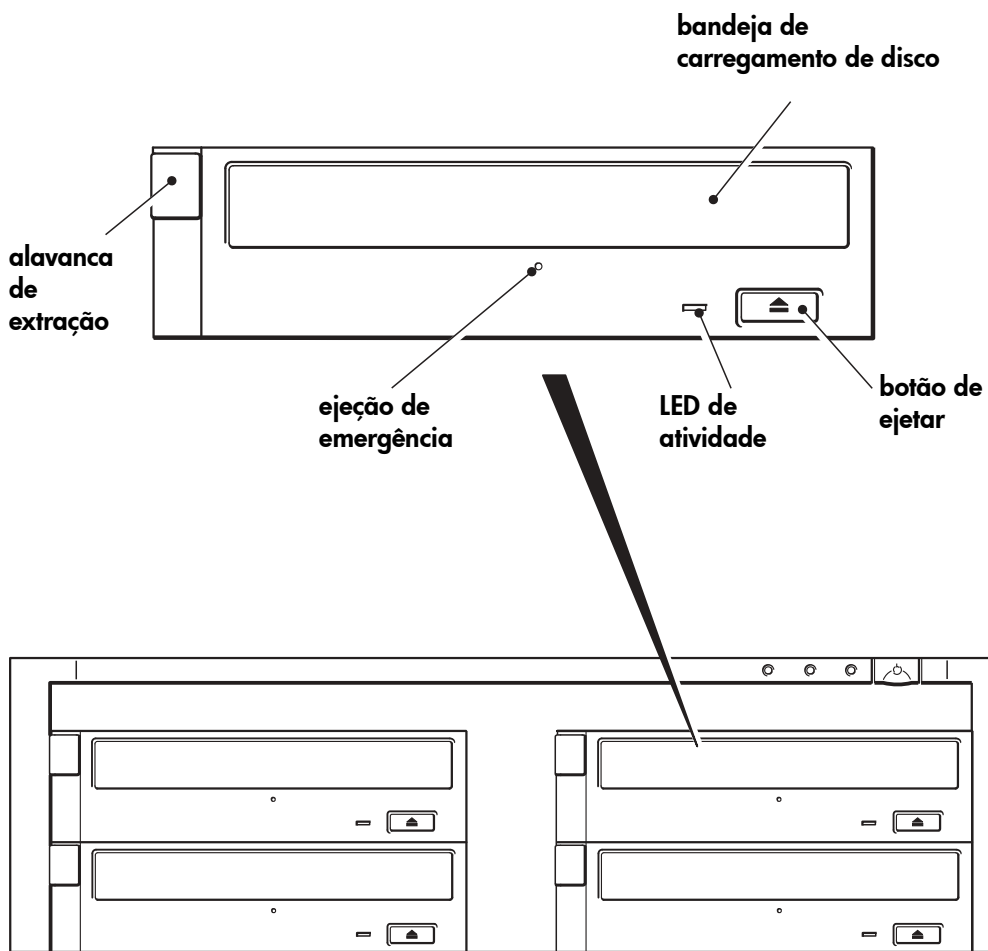

Figura 3: controles e indicadores da unidade de DVD+RW
Existe um LED, conforme mostra o diagrama. (Veja a figura 3.)
- 2 Localize o pequeno orifício de ejeção de emergência acima da bandeja de carregamento de disco. Veja a figura 3 na página 10.